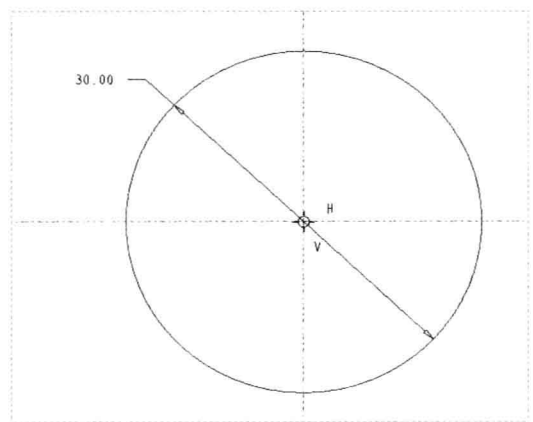

图 13-42 绘制圆 1
Step 02 在“功能区”选项板的“草绘”选项卡中,单击“草绘”面板中的“圆心和点”按钮 \odot ,在绘图区以两中心线的交点为圆心点,绘制一个直径为 30 的圆,如图 13-42 所示。